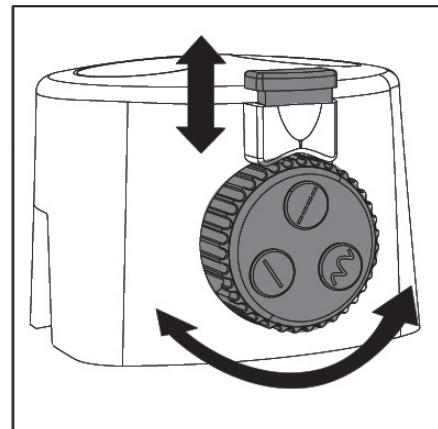

Fig. 5
- Tire hacia arriba del interruptor de bloqueo y gire el botón giratorio para seleccionar el estilo de corte. Después de seleccionar el estilo de corte, presione hacia abajo el interruptor de bloqueo. Hecho esto, el equipo está listo para el empleo. (ver Fig. 5)